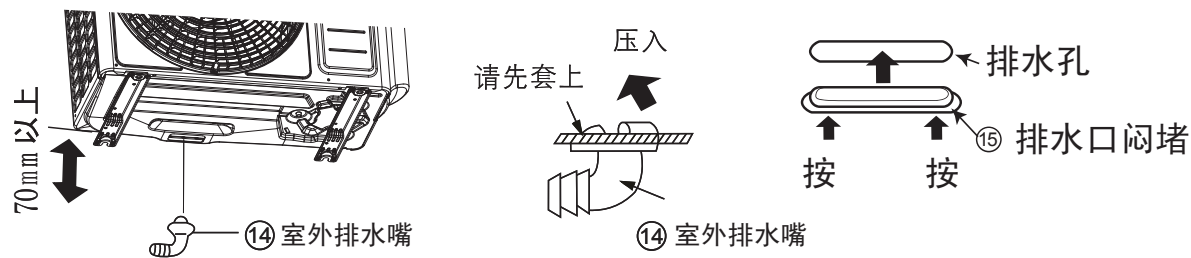

图 28
- 2 请将机体在安装后，按图28所示将附件 ⑭ 室外排水嘴安装在排水孔中。